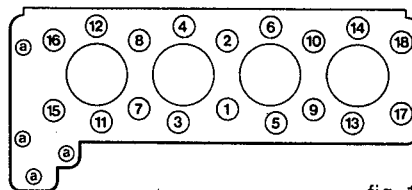
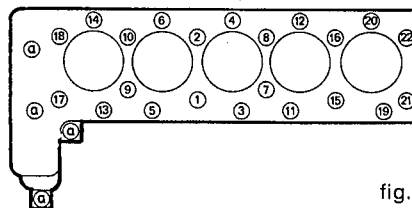

fig. 1
fig. 2
- For torquing order, see fig. 1 for 4.240 and fig. 2 for 5.300.
- Ordre chronologique de serrage: voir fig. 1 pour 4.240 et fig. 2 pour 5.300
- Die Anzugsfolge entnehmen Sie der Fig. 1 für 4.240; Fig. 2 für 5.300